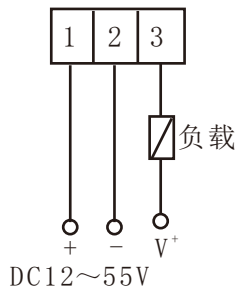

图6 DC12~55V
- DC12~55V供电集电极开路输出时的系统连线如图6所示。